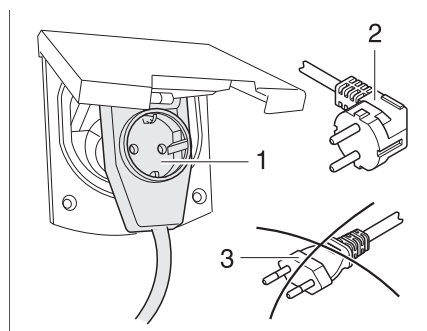

Fig. 284 Raccordement à un adaptateur coudé avec prise de courant
► En cas d'utilisation d'une prise CEE 17 coudée avec prise de courant en face arrière (Fig. 284,1), utiliser uniquement une fiche caoutchoutée et scellée IP 44 avec contact de mise à la terre (Fig. 284,2). Ne pas utiliser de fiche sans contact de mise à la terre (Fig. 284,3). Danger d'électrocution !